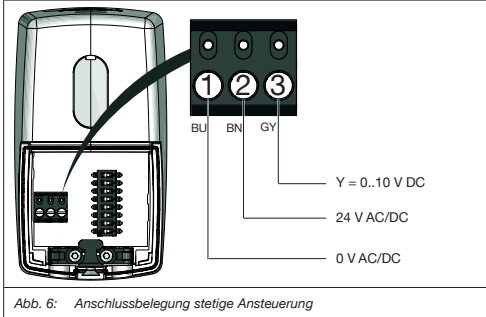
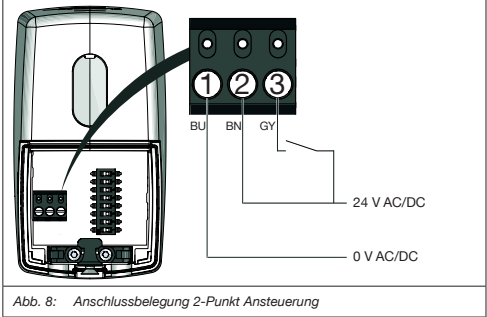

Abb. 6: Anschlussbelegung stetige Ansteuerung
Abb. 8: Anschlussbelegung 2-Punkt Ansteuerung
- Stellen Sie die Spannungsversorgung entsprechend der gewünschten Belegung in Abb. 6 bis Abb. 8 her.